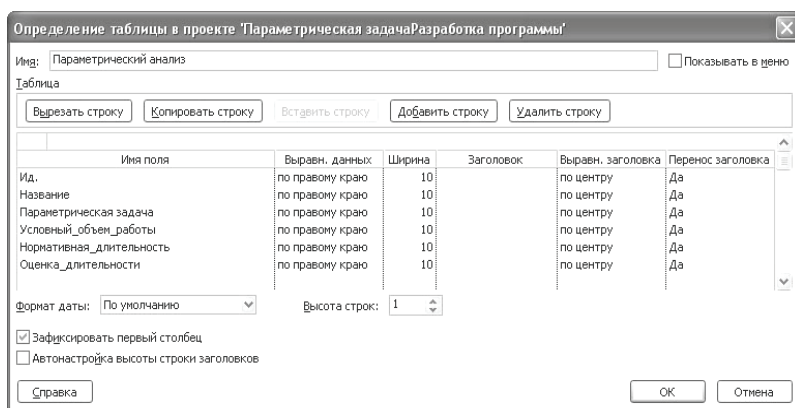

Рис. 6.3. Окно создания таблицы представления Параметрический анализ
5. Создать таблицу представления с именем *Параметрический Анализ*, включив в нее поля *Ид*, *Название*, *Параметрическая Задача*, *Условный Объем Работы*, *Нормативная Длительность*, *Оценка Длительности*. Окно создания таблицы представления изображено на рис. 6.3.